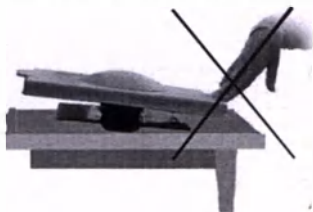

Рис. 9
- Не кладите УЗ-излучатель на стол и не надавливайте на край крышки (рис. 9).